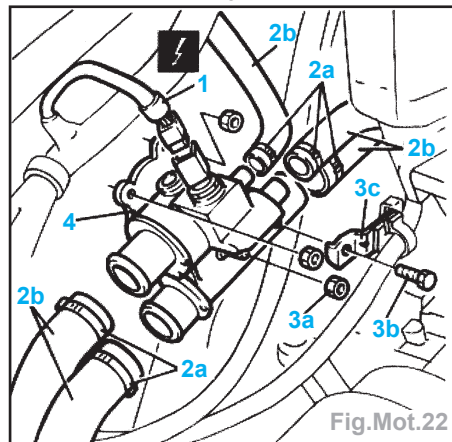

Fig.Mot.22
- Débrancher la connexion (1) de la sonde de température (Fig.Mot.22).